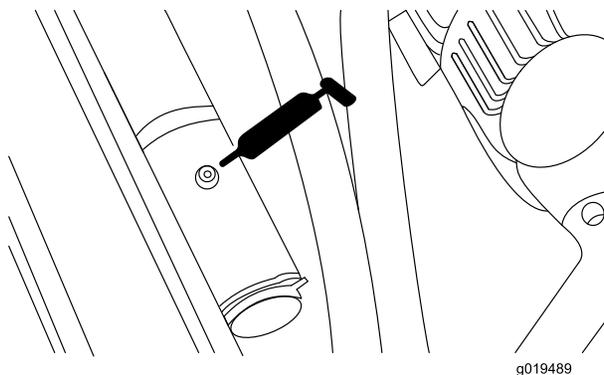

Figura 45
- Articulação do cilindro de elevação traseiro (2) (Figura 45).